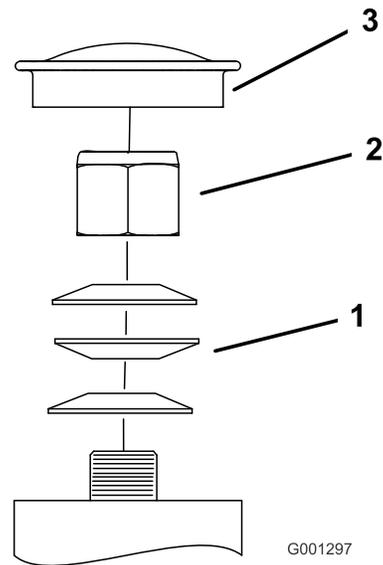

Figura 54
3. Retire el tapón anti-polvo de la rueda giratoria y apriete la contratuerca (Figura 54).
4. Apriete la contratuerca hasta que las arandelas de muelle estén planas, luego afloje la contratuerca 1/4 de vuelta para establecer la pre-carga correcta de los cojinetes (Figura 54).
Importante: Asegúrese de que las arandelas de muelle están correctamente instaladas, según se muestra en Figura 54.
5. Coloque el tapón anti-polvo (Figura 54).